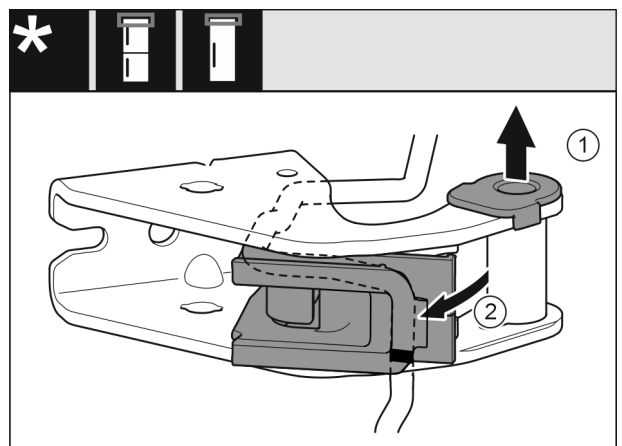

Fig. 26
- ▶ Витягніть із прямої опорну втулку. Fig. 26 (1)
- ▶ Поверніть вбік тримач кабелю. Fig. 26 (2)